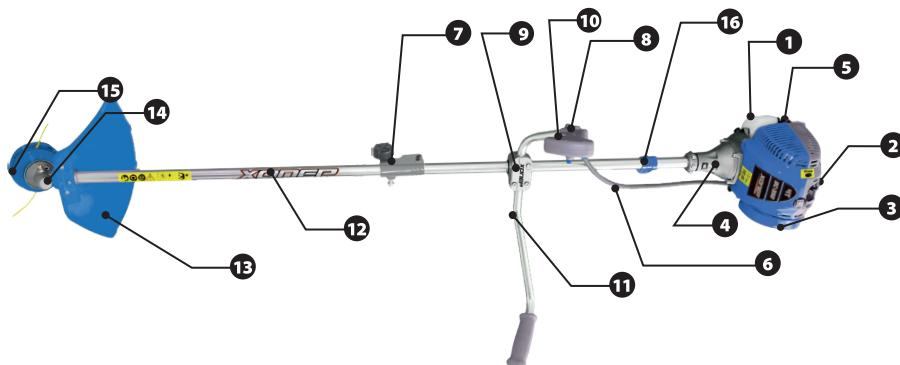

Рис. 2. Расположение основных элементов бензотриммера:
U-образная рукоятка (см. рис.2) состоит из двух частей: левой (7) и правой (8) ручек управления, которые прикреплены к штанге (12) с помощью соединительного кронштейна (9). Левая ручка служит для удержания бензотриммера левой рукой, а правая ручка — для удержания правой рукой и управлением работой бензотриммера.